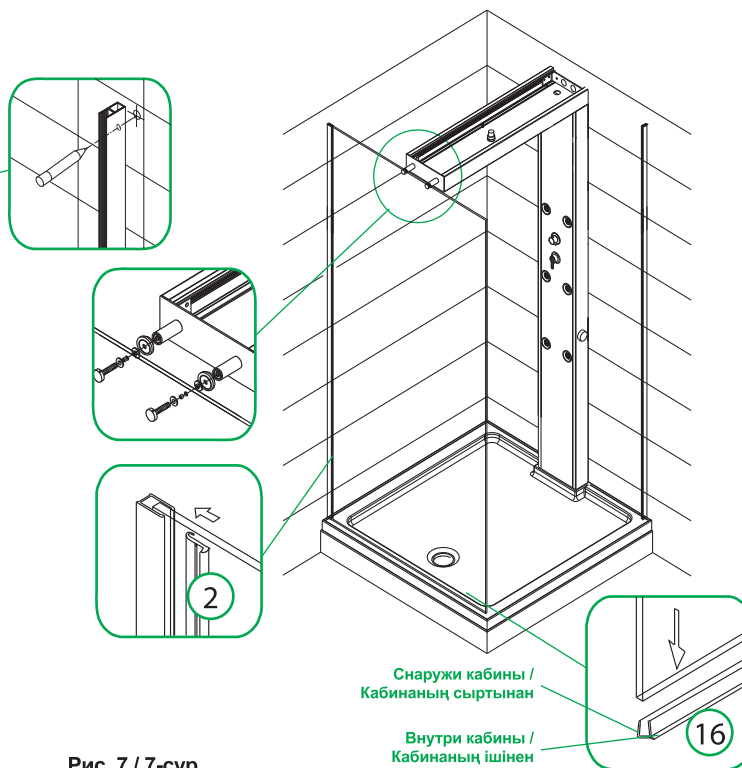

Рис. 7 / 7-сур.
- Установите большую неподвижную стеклянную панель, скрепите ее с центральной алюминиевой панелью (рис. 7).